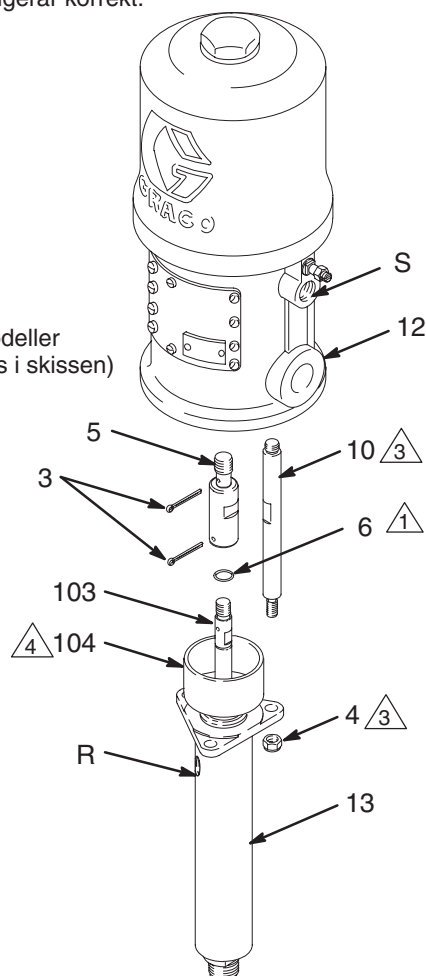

Fig. 3
Håll tätmuttern/våtkoppen (104) fylld med Graco halstätningsvätska (TSL) eller lämpligt lösningsmedel för att förlänga tätningarnas livslängd. Kontrollera varje vecka att tätmuttern är åtdragen till moment mellan 24 och 27 N.m, dra inte åt för hårt. Se Fig. 3 på sidan 11. Avlasta trycket innan tätmuttern justeras eller TSL tillförs.
2. Koppla loss luft- och vätskeslangar. Ta bort pumpen från fästet. Notera vätskeutloppets (R) relativa läge mot luftintaget (S). Se Fig. 3.
3. Skruva loss muttrarna (4) på distansstängerna (10). Ta bort låsstiftet (3). Dra försiktigt bort kolvpumpen (13) från luftmotorn (12) eller adaptern (5, gäller endast President-pumpar). Kontrollera o-ringen (6).
1. Smörj o-ringen (6) på pumpen och kontrollera att den sitter på plats på kolvstängan (103).
2. Rikta in pumpens vätskeutlopp (R) i förhållande till luftinloppet (S) enligt noteringen i steg 2 under **Bortmontering av kolvpumpen**. Placera kolvpumpen (13) på distansstängerna (10). Se Fig. 3.
3. Skruva in kolvstängan (103) i axeln på luftmotorn (12) eller adaptern (5, endast President-pumpar) tills stifthålen är inriktade. Skruva på låsmuttrarna (4) på distansstängerna (10) löst. Sätt i låsstiftet (3).
4. Montera pumpen och anslut alla slangar. Koppla in jordledningen igen om den lossades under reparationen. Dra åt tättmuttern (104) till mellan 24 och 27 N.m. Fyll på våtkoppen med Graco halstättningsvätska eller motsvarande lösning.
5. Dra åt låsmuttrarna (4) på distansstängerna jämnt till moment enligt specifikation i Fig. 3. Starta pumpen och kör vid cirka 2,8 bar (0,28 MPa) lufttryck för att kontrollera att den fungerar korrekt.